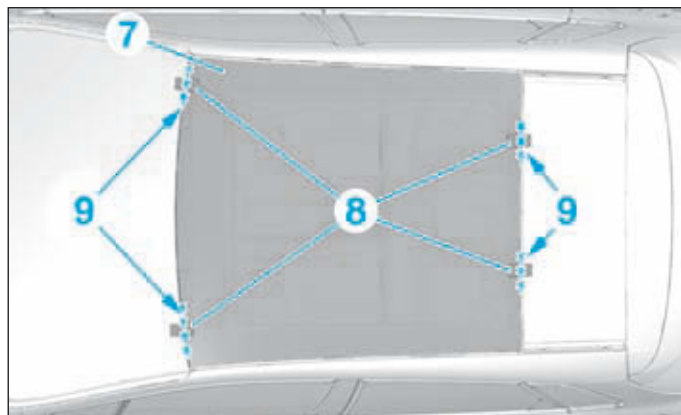
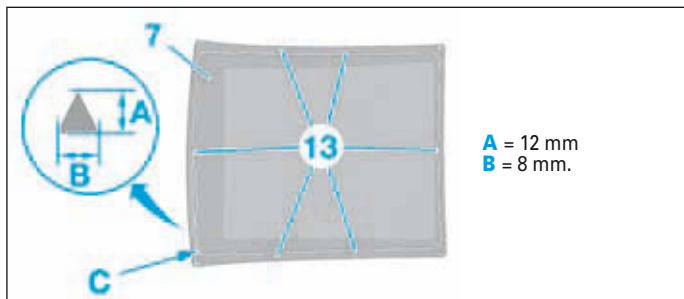

FIG.15
FIG.20
- En cas de récupération de la vitre de toit panoramique (7), positionner des rubans adhésifs (8) et les couper en (9) (Fig.15).
- Positionner les cales d'épaisseurs (13) comme à l'origine (Fig.20).
- Tailler la buse en section triangulaire pour obtenir un cordon d'adhésif joint de largeur (B) = 8 mm et de hauteur (A) = 12 mm.
- Appliquer un cordon de colle sur le pourtour de la vitre de toit panoramique (7) en (c).
- Reposer la vitre de toit panoramique à l'aide de doubles ventouses [5] et le centrer avec les rubans adhésifs (8).
- Positionner des rubans adhésifs (8) et les couper en (9) (Fig.15).
- Reposer la vitre de toit panoramique à l'aide de doubles ventouses [5] et la centrer avec les rubans adhésifs (8).